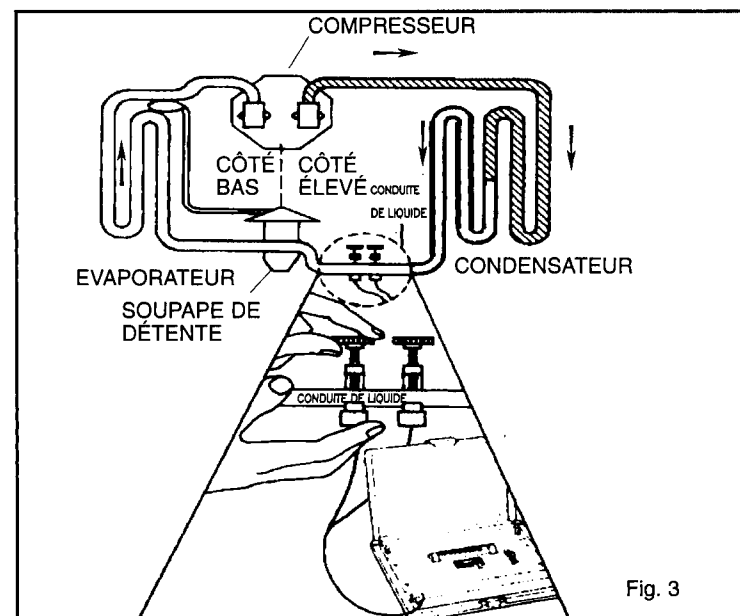

Fig. 3
Les deux détecteurs doivent être fixés à la **conduite de liquide** de façon qu'ils soient bien en place et en contact étroit avec la tuyauterie (voir fig. 3). Les détecteurs devraient être placés l'un à côté de l'autre, séparé par 2,5 cm ou 3,75 cm environ (entre un et un pouce et demi). Ils ne fonctionneront pas correctement s'ils se touchent. Voir test en page 21.
2. Attachez les détecteurs du viseur électronique à la conduite de liquide (voir fig. 3) et procédez au test en suivant les instructions en page 21.